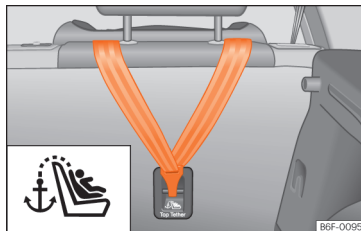

Fig. 31 Retro dei sedili posteriori: occhielli di ancoraggio per cintura Top Tether.
- Far scorrere la cinghia e fissarla correttamente al punto di aggancio della parte posteriore dello schienale »» fig. 31.